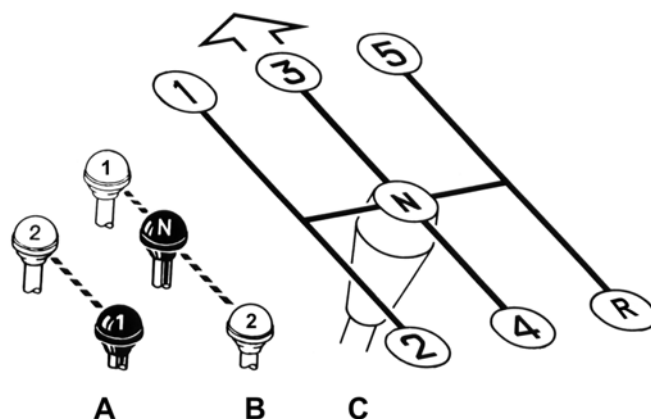

Рис. 5.7. Схема положения рычагов:
**22 – рычаг переключения передач раздаточной коробки.** Схема включения блокировки межосевого дифференциала, переключения передач раздаточной коробки и коробки передач показана на рис. 5.7.
**23 – рычаг включения блокировки межосевого дифференциала раздаточной коробки.** Схема включения см. рис. 5.7.
**24 – рычаг коробки передач.** В коробке передач имеется предохранитель от случайного включения задней передачи при выключении 5-й передачи. Заднюю передачу включать после остановки автомобиля. При включении задней передачи в задних фонарях загорается свет заднего хода. Схема включения см. рис. 5.7.